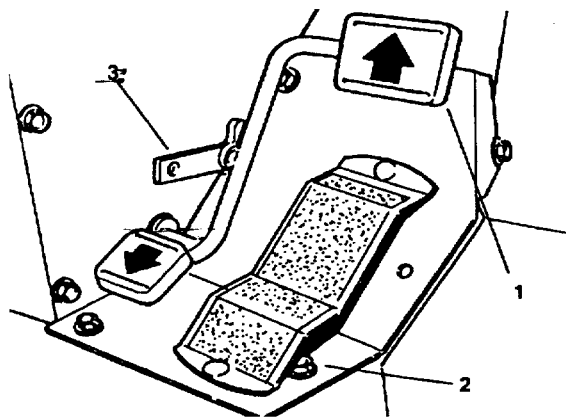

Figure 9
**Pédale de déplacement et d'arrêt** (Fig. 9, 10, & 11)—cette pédale a trois fonctions: 1) déplacement en marche AV; 2) déplacement en marche AR et 3) arrêt de la machine. Appuyer avec le bout du pied droit sur le haut de la pédale pour avancer, ou avec le talon sur le bas de la pédale pour reculer ou faciliter l'arrêt de la machine en marche AV. Ramener la pédale à la position centrale pour arrêter la machine. Pour plus de confort, ne pas laisser reposer le talon sur le bas de la pédale lorsque la machine est en marche AV.
**Sélecteur de vitesse (Modèles diesel)** (Fig. 9)—le levier à came situé sur le côté de la pédale de déplacement peut être tourné pour maintenir la vitesse désirée.